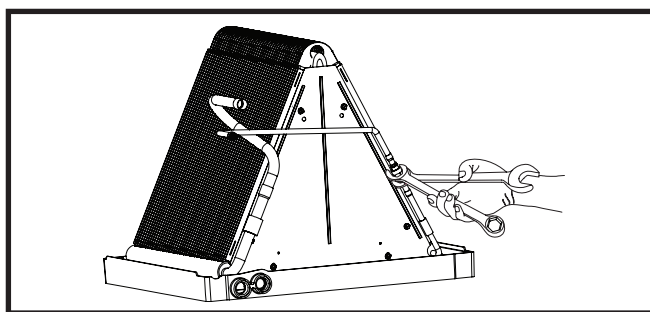

Figure 2. Desserrement de l'écrou et du boîtier du distributeur
- À l'aide de deux clés, desserrez l'écrou et le boîtier du distributeur tel que montré dans la Figure 2. Tournez l'écrou de l'assemblage dans le sens contraire aux aiguilles d'une montre jusqu'à ce que les deux moitiés de l'orifice se séparent.